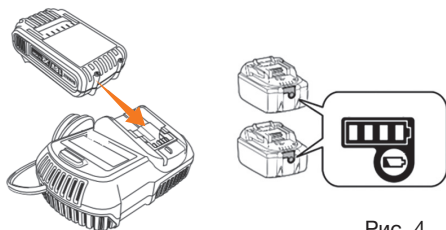

Рис. 4
1. Вставьте вилку зарядного устройства в розетку электрической сети 230В. Индикатор на зарядном устройстве загорится зеленым светом (Рис. 4)
2. Подключите аккумулятор к зарядному устройству. Индикатор на зарядном устройстве загорится красным светом, и начнется процесс зарядки (Рис. 4).